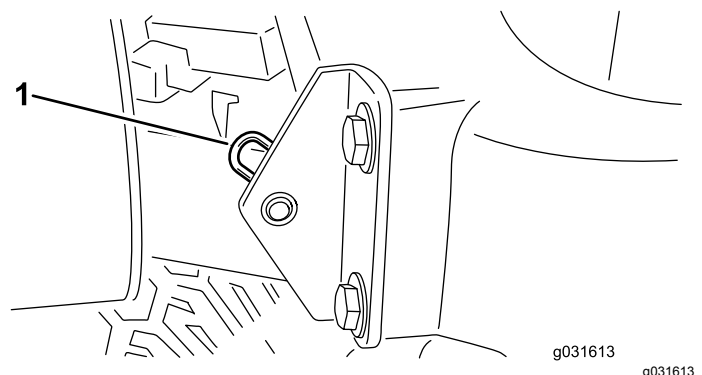

Figura 57
2. Retire el pasador que fija el pivote del capó a los soportes (Figura 57).